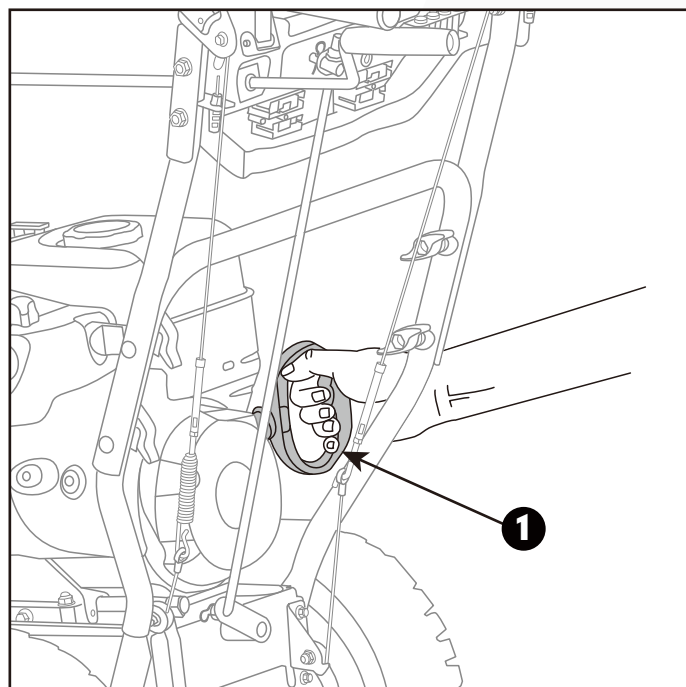

Figura 11B
- Párese detrás y a la derecha de la unidad, tire suavemente de la manija del arrancador de retroceso hasta que sienta resistencia y luego tire enérgicamente. Retire la manija del arrancador de retroceso suavemente. (Figura 11B)